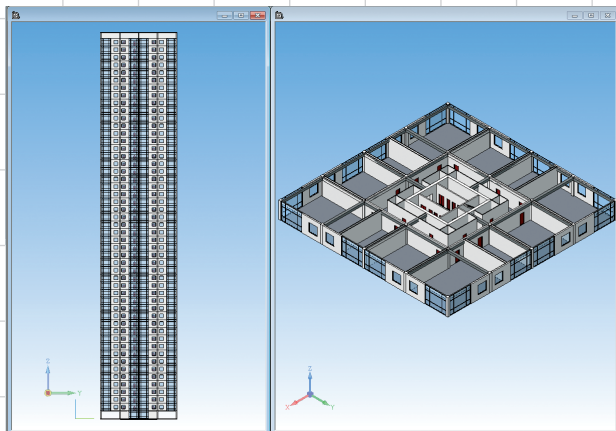

Рис. 4. Проект «Модуль-небоскреб»
- «Модуль — небоскреб» — абстрактный жилой квартал из четырех высотных многоквартирных домов (33-50 этажей). Самый высокий дом — более 200 м. Уникальная особенность проекта заключается в использовании модульных конструкций для быстрого возведения (китайская технология строительства) — рис. 4;